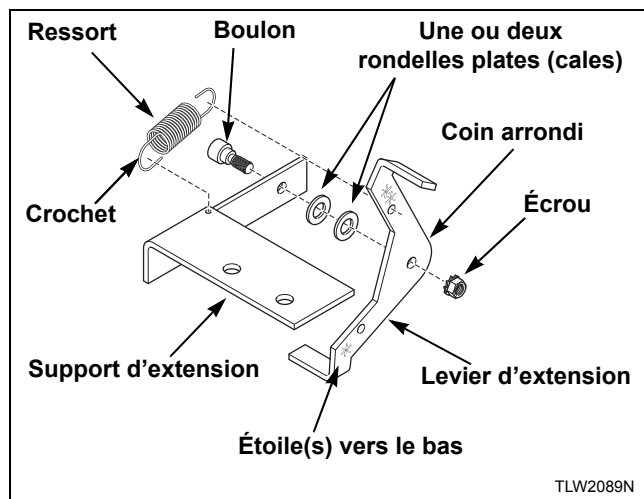

Figure 92
4. Installer le levier d'extension en plaçant le coin arrondi éloigné de l'équerre d'extension et en utilisant un boulon, une ou deux rondelles plates (cales) (utiliser les rondelles incluses dans la trousse) et un écrou. Se reporter à la *Figure 92*. Refermer les crochets après installation.
6. Insérer les crochets du ressort d'extension dans le trou de l'équerre et dans le trou de la branche supérieure du levier. Se reporter à la *Figure 92*.